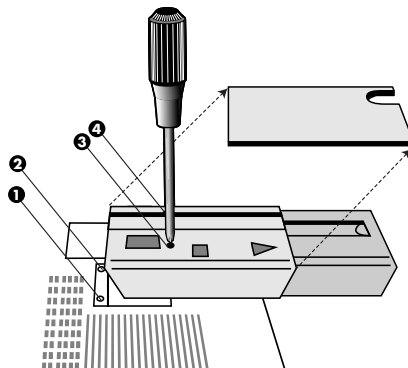

Abbildung S.2
4. Nehmen Sie die Kabelabdeckung ab. Entfernen Sie die 4 Schrauben, die den Monitor mit dem Fuß verbinden, und heben Sie die Fußeinheit ab (**Abbildung S.2**). Der Monitor kann nun auf jede gewünschte alternative Art und Weise montiert werden.